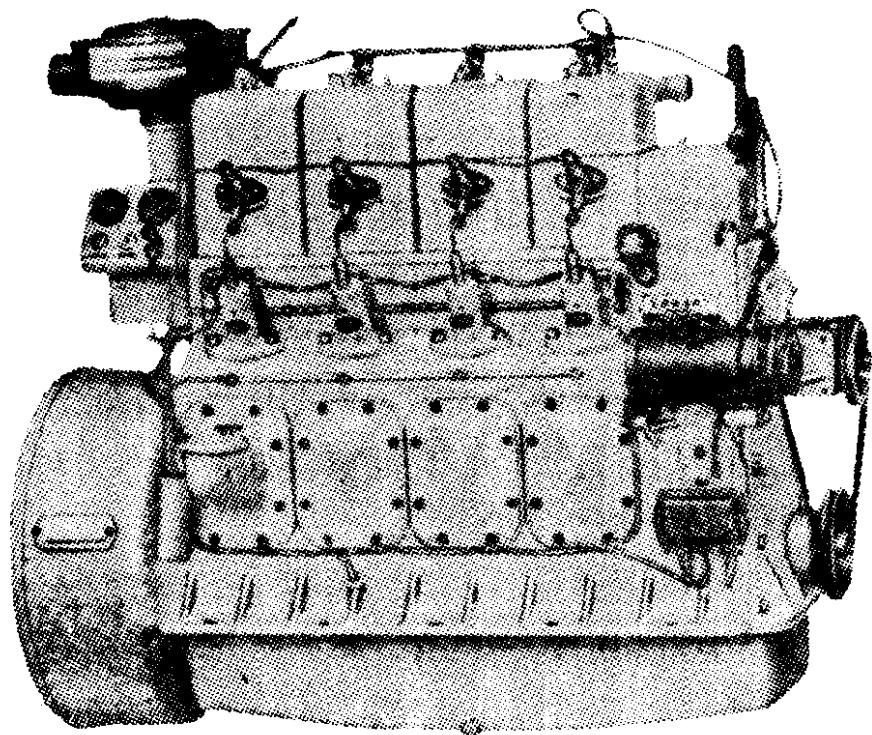

图 1-3 4110柴油机外貌
(4) 4110型 柴油机——表示这台柴油机有气缸四只，四行程，缸径110毫米，水冷。该型号柴油机其外形如图1-3所示，它可用来带动XU650型钻机。如安置柴油机的机座经过适当地改装，也可用在XU600型钻机上。
(5) 4115型 柴油机——表示这台柴油机有气缸四只，四行程，